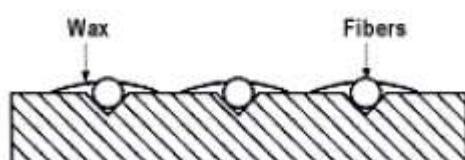

図 37
- ・ファイバーは V 溝にワックス固定されています(図 37)。